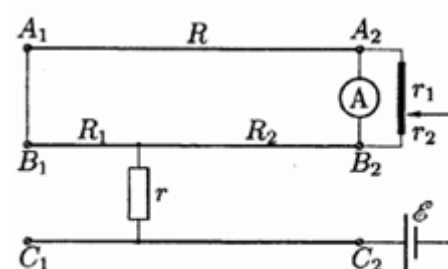

Рис.1
4. Для определения положения точки пробоя собираем электрическую схему (см. рис. 1). Пусть R — полное сопротивление линии, R_1 — сопротивление части провода от узла T_1 до разрыва, R_2 — сопротивление оставшейся части провода. Балансируем получившуюся мостовую схему реохордом, сделанным из выданной нихромовой проволоки. Тогда: